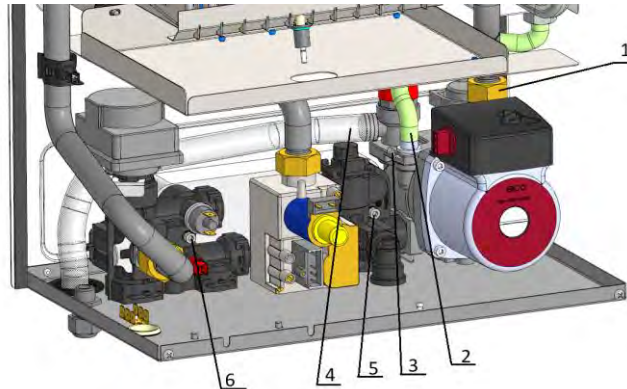

Рис. 11 Демонтаж гидроблока
- ключом на 30 отвернуть гайку (1) и отвести в сторону трубу входа в КО, см. рисунок 11;
- отсоединить трубку бака (2), вытащив скобу крепления (3);
- отсоединить сбросную трубку (4) от клапана сброса воды;
- отвернуть винт (5) и ослабить винт (6) крепления вторичного теплообменника, см. рисунок 11;